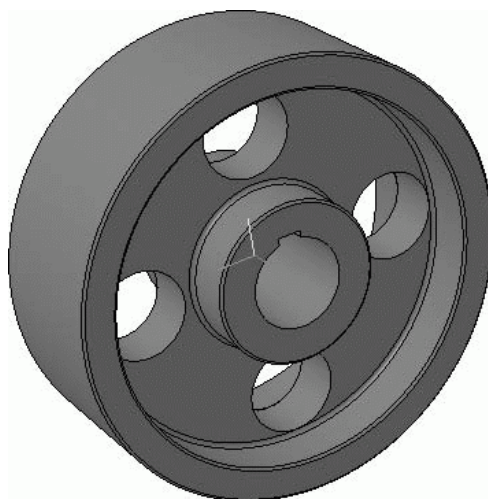

Рис. 3.56. Модель колеса без зубчатого венца
5. Завершите создание эскиза и выполните команду Вырезать выдавливанием, установив направление выдавливания – Два направления, и величину выдавливания – Через все для обоих направлений. Обратите внимание: такое же удаление материала можно было выполнить с помощью двух операций вырезания: сначала отверстий на толщину диска, а потом паза – на ширину ступицы. Однако более рациональным является приведенное здесь решение, когда профили всех вырезов собраны в одном эскизе, а вырезание осуществляется насквозь через всю модель (в оба направления от плоскости эскиза). Полученная модель показана на рис. 3.56.